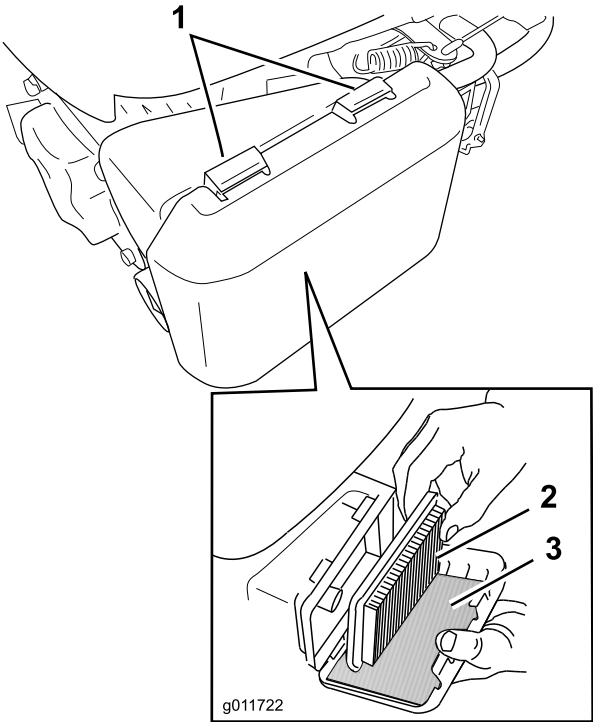

Figura 24
- 1. Presione hacia abajo los cierres de la parte superior de la tapa del filtro de aire (Figura 24).
- 3. Retire el filtro de aire de papel y el pre-filtro de gomaespuma (Figura 24).